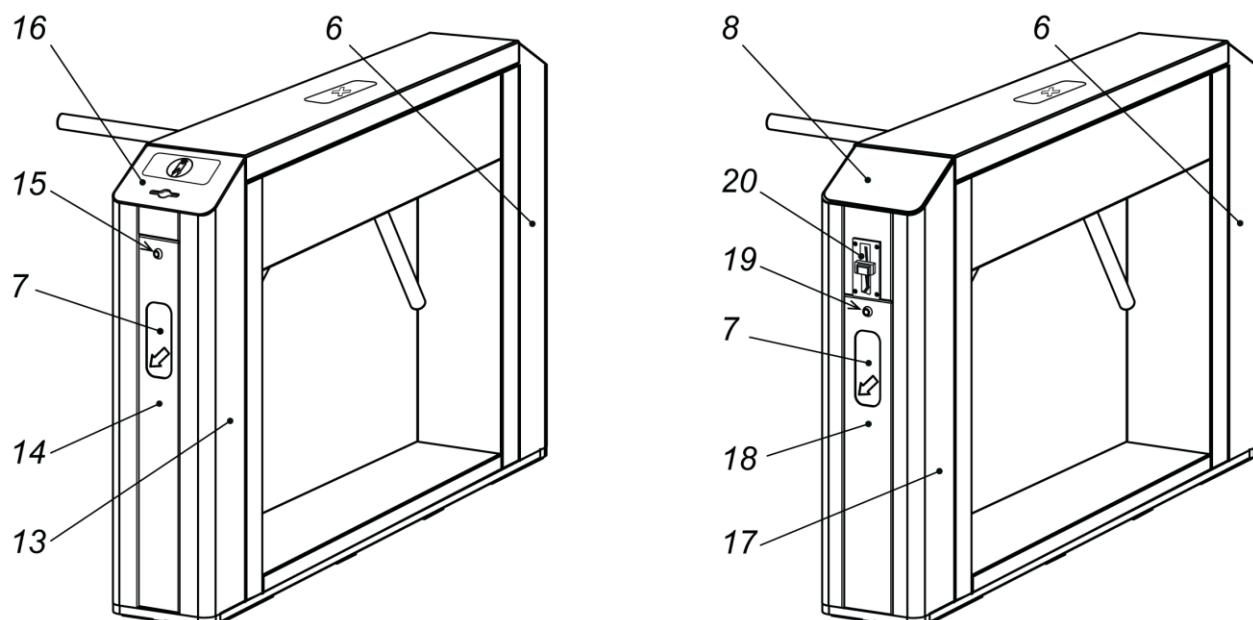

Рисунок 2. Устройство турникета PERCo-TTD-10A
Устройство турникета в различных модификациях показаны на рис. 2. Номера позиций в тексте руководства указаны в соответствии с рис. 2.
Покупатель (заказчик) имеет возможность выбрать подходящий ему вариант исполнения турникета. Различные модификации турникета, отличающиеся конструкцией боковых модулей (6, 13, 17), т.е. наличием / отсутствием встроенного картоприемника / монетоприемника, показаны на рис. 2. Боковые модули жестко закрепляются на основной стойке (1). Сверху на боковые модули устанавливаются боковые крышки (8), которые могут нести различное функциональное назначение в соответствии со своим типом (см. табл. 1). На боковых модулях турникета расположены блоки постоянной индикации направления прохода / запрета прохода (см. рис. 4). При снятии боковых модулей обеспечивается доступ к четырем отверстиям в основании стойки для крепления турникета к установочной поверхности.
Для информирования о текущем состоянии и установленном режиме работы турникета на основной крышке расположен блок индикации основной крышки (3) (см. рис. 2, 3). Блок индикации имеет три пиктографических индикатора: